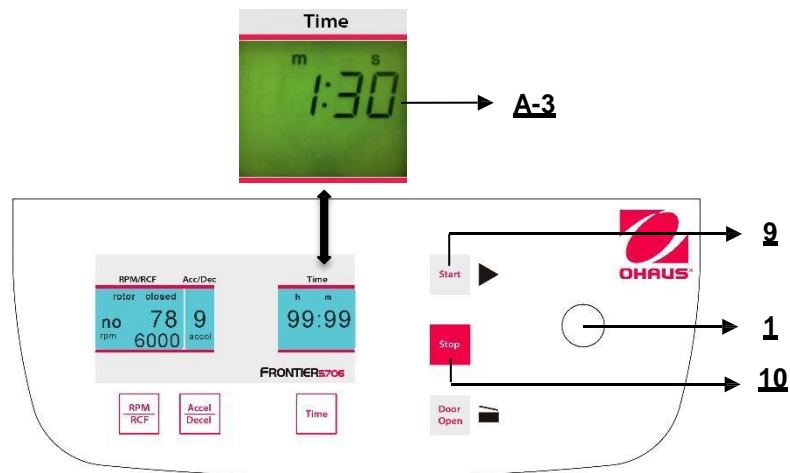

Abbildung. 22
Um die Zentrifuge zu starten, vergewissern Sie sich, dass der Deckel geschlossen ist, und drücken Sie dann die Taste "**Start**" (9), (siehe Abbildung 22). Mit der Taste "**Start**" (9) können Sie die Durchläufe mit manuell vorab ausgewählten Parametern starten. Wenn die entsprechende, vorab ausgewählte Laufzeit abgelaufen ist, wird die Zentrifuge automatisch anhalten, oder Sie können jeden Durchlauf mit der Taste "**Stop**" (10) abbrechen.